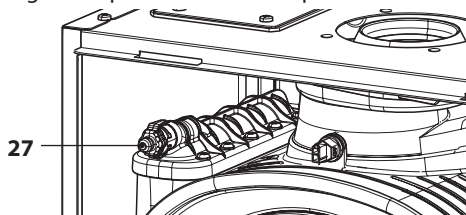
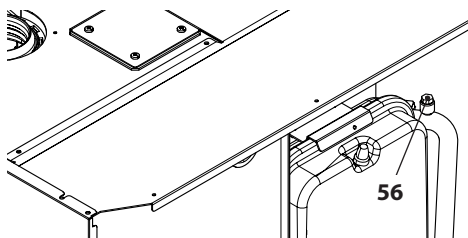

Figura 6.4
Figura 6.5
- Prima di allentare il raccordo di sfiato scambiatore primario condensante 27 in Figura 6.4 collegare un tubicino di scarico al portagomma per far defluire l'acqua in uscita.
- Allentare lo sfiato serpentino bollitore 56 (Figura 6.5).
- Riempire l'impianto di riscaldamento vedi sezione "Riempimento del circuito riscaldamento" a pagina 20 e richiudere il raccordo di sfogo scambiatore primario condensante 27 in Figura 6.4 e lo sfiato serpentino bollitore 56 in Figura 6.5 quando da questi ultimi inizia ad uscire acqua. Togliere il tubicino di scarico.